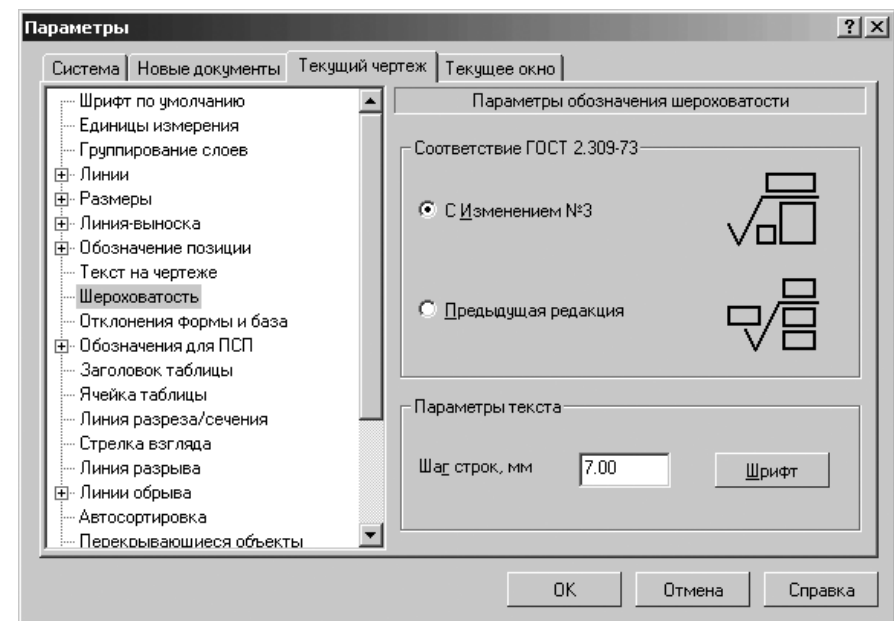

Рис. 5.8. Диалоговое окно Параметры с открытой панелью Параметры обозначения шероховатости
- щелкните в диалоговом окне **Параметры** в левой его части, в дереве панелей по пункту **Шероховатость**. Появится в правой части диалогового окна **Параметры** панель **Параметры обозначения шероховатости** на рис. 5.8.